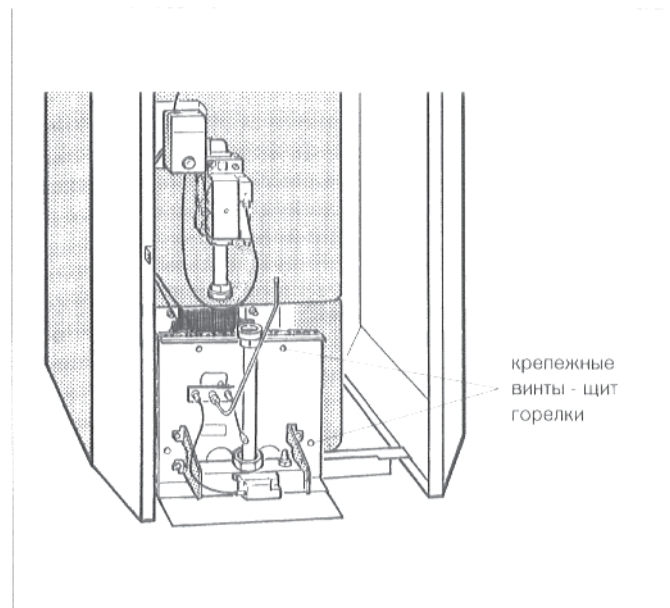

Рис. 43: демонтаж горелки
- Отвинтить крепежные болты у щита горелки и вынуть газовую горелку (рис. 43).